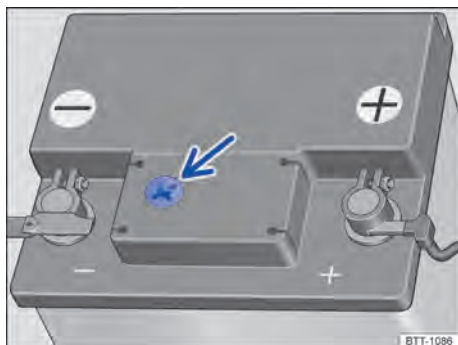

Fig. 211 No compartimento do motor: exemplo de posição do visor no lado superior da bateria do veículo.
- O visor redondo → Fig. 211 na parte superior da bateria do veículo muda de cor conforme o nível do eletrólito.